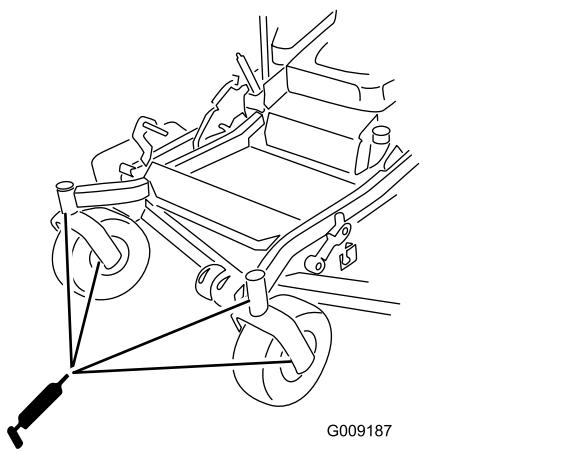

Figura 42
- Montate il tappo esagonale e il coperchietto antipolvere (Figura 42).